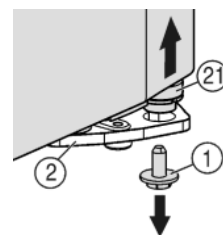
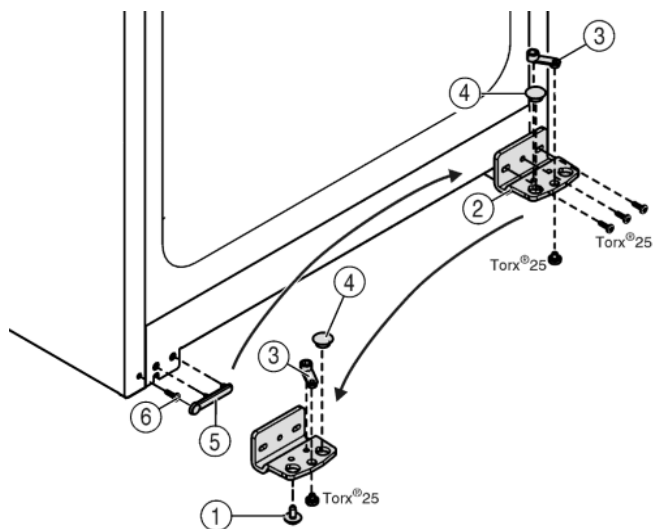

Fig. 4
Fig. 5
- ▶ Внизу справа на опорном кронштейне выкрутите фиксирующий винт *Fig. 4 (1)*.
- ▶ Опорный палец *Fig. 4 (21)* можно извлечь из опорного кронштейна *Fig. 5 (2)*.
- ▶ Если установочный винт *Fig. 4 (21)* не откручивается, его можно вынуть, нажав на него снизу.
- ▶ Открутите опорный кронштейн Fig. 5 (2).
- ▶ Открутите опорную деталь Fig. 5 (3) и, переставив в отверстие на противоположной стороне опорного кронштейна, снова прикрутите.
- ▶ Извлеките заглушку Fig. 5 (4) из опорного кронштейна и переставьте ее в отверстие на противоположной стороне опорного кронштейна.
- ▶ Осторожно снимите крышку со стороны ручки Fig. 5 (5).
- ▶ Выкрутите болт Fig. 5 (6) и вкрутите на противоположной стороне.
- ▶ Снова установите крышку Fig. 5 (5).
- ▶ Снова прикрутите опорный кронштейн Fig. 5 (2) на новой стороне шарнира (с моментом 4 Нм). При необходимости используйте аккумуляторный шурупверт.
- ▶ Вкрутите фиксирующий винт Fig. 4 (1) внизу в опорный палец и затяните (с моментом 4 Нм).